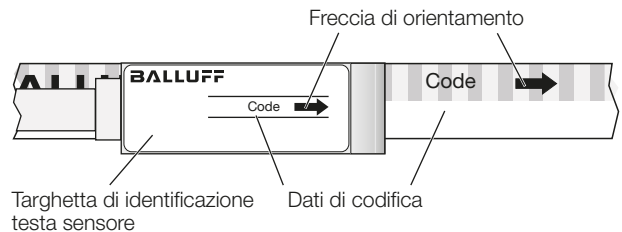
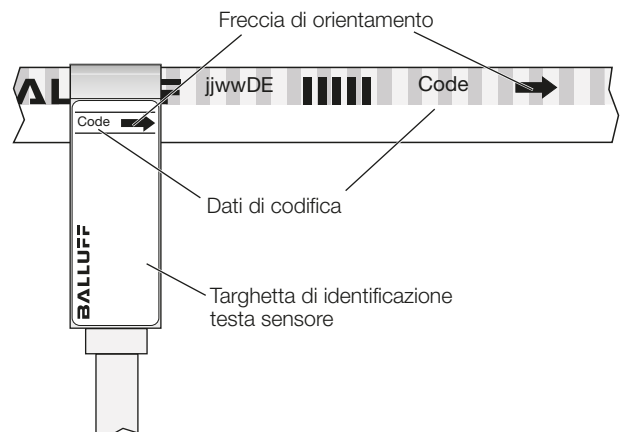

Fig. 4-1: Allineamento testa sensore su corpo di misura – variante longitudinale
Fig. 4-2: Allineamento testa sensore su corpo di misura – variante trasversale
- La freccia impressa sul corpo di misura deve indicare la stessa direzione della freccia posta sulla targhetta di identificazione della testa sensore (vedere Fig. 4-1 e Fig. 4-2 a pag. 10).